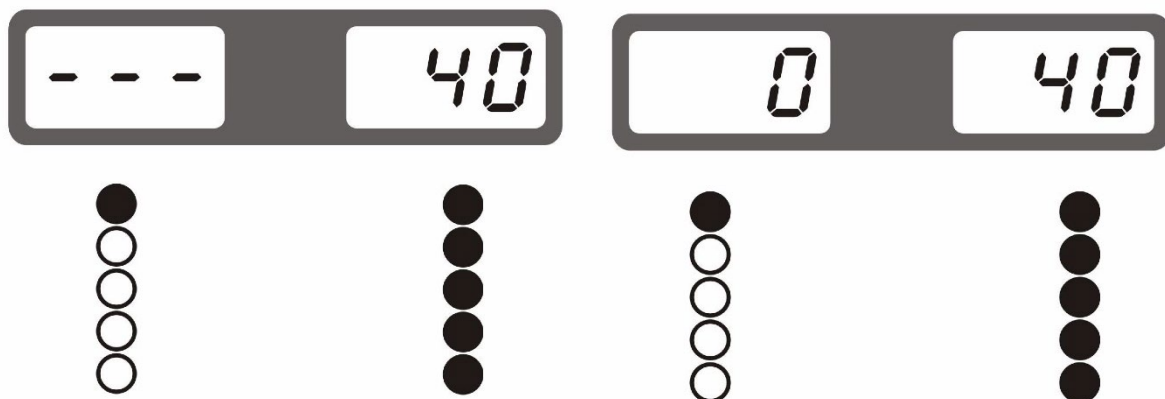

Abb.9
4. Rotieren Sie das Rad mit der Hand so bald alle LEDs der Positionsanzeige Außen aufleuchten (Abb.9) kann das Gewicht auf der Außenseite mit Hilfe der Messlehre angeklebt werden.